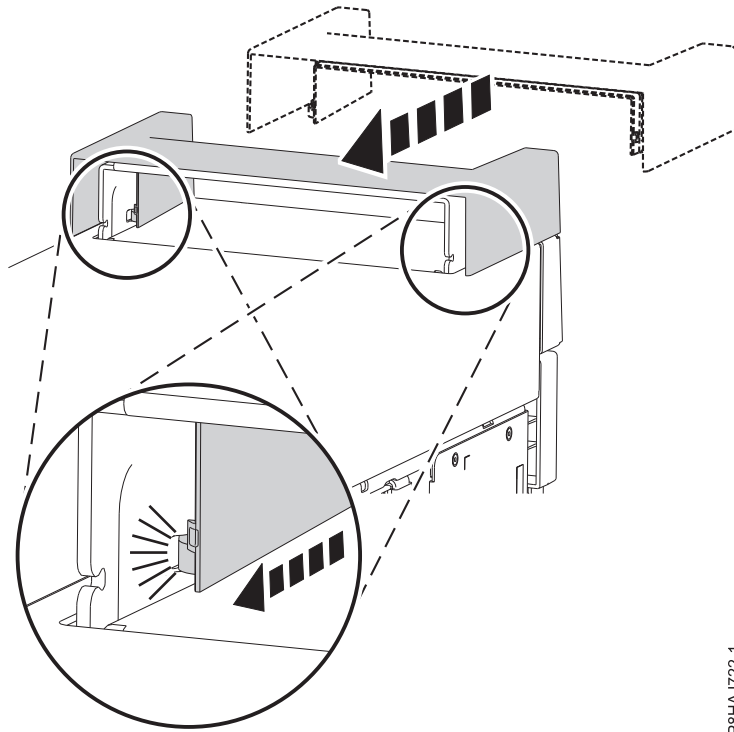

Figure 31. Mise en place de la poignée sur un système autonome 8286-41A
1. Fixez la poignée à la station d'accueil RDX interne (FC EUA3) en la faisant coulisser vers l'arrière du système. Voir figure 31.